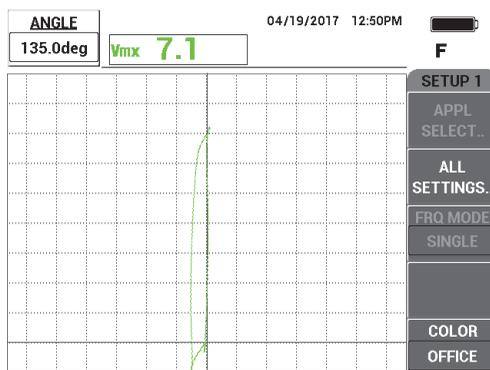

Рис. 5-236 Настройка фазы сигнала
3. Нажмите клавишу ANGLE () , затем поверните и установите сигнал от дефекта утонения 60 % в вертикальное положение (см. Рис. 5-236 на стр. 309).